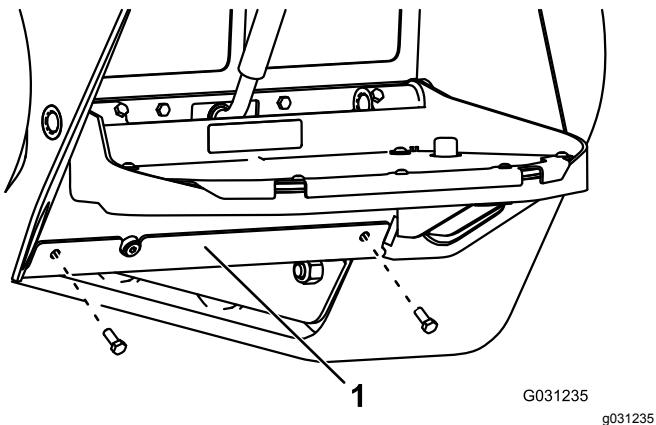

Figura 74
4. Retire los 2 pernos que sujetan la placa inferior, y retire la placa (Figura 74).
8. Instale la placa inferior (Figura 74).